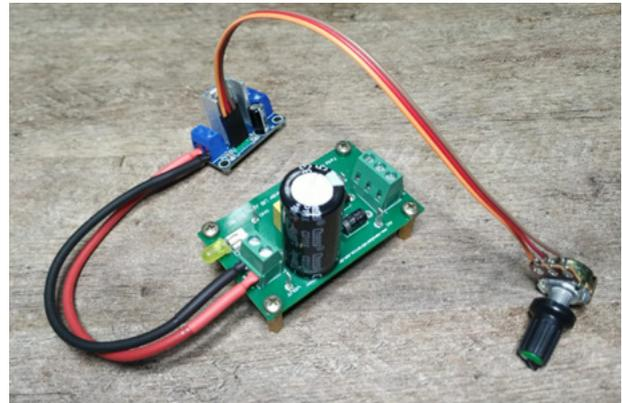

Figura 05 - Fonte de alimentação regulável
A maioria dos circuitos eletrônicos, precisam de uma fonte de alimentação que forneça corrente contínua (CC) para funcionar. A energia elétrica que é fornecida pelas concessionárias é alternada (CA). Para transformar o sinal alternado proveniente da rede em um sinal contínuo, o primeiro passo é baixar essa tensão e depois retificá-la. Retificar significa anular “meia onda” ou tornar positivo “onda completa” o semi-ciclo negativo do sinal da rede, ou seja, fazer com que a corrente circule somente em um sentido. Os circuitos responsáveis por essas ações são os diodos retificadores, mas não para por aí! Este projeto foi construído no decorrer das nossas lives de quartas feiras, onde construímos uma fonte bancada regulável simples figura 05.